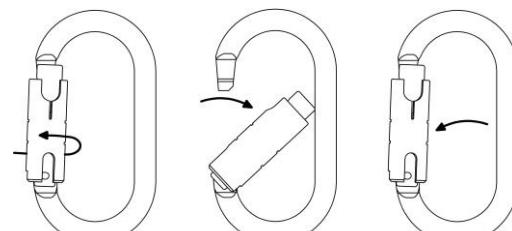
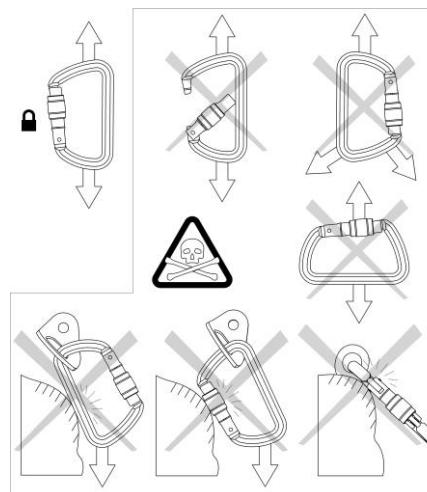

Рис. 4. Открытие/закрытие карабина с автоматической муфтой
Рис. 7 Использование карабина
Соединительный элемент во время применения должен быть с закрытой защелкой. С открытой защелкой прочность карабина существенно снижается (рис. 4, 5, 6). Запирающий механизм, препятствующий непроизвольному раскрытию карабина, также должен быть закрыт. Регулярно проверяйте блокировку карабина во время использования. Загрязнения, такие как песок, краска, глина, лед и др. могут нарушить работу муфты. Страйтесь не допускать появления загрязнений на карабине. Наибольшей прочностью карабин обладает при закрытой защелке и приложении нагрузки вдоль его главной оси. Приложение нагрузок в других направлениях, при открытой защелке, в другой плоскости, в случае ограничения карабина и давления извне опасны, т.к. прочность карабина в этом случае снижается, что может привести к его разрушению (Рис. 7).
**Внимание!** При использовании карабина исключите любое внешнее воздействие на защелку (например, страховочно - спусковым устройством, веревкой и т.д.), т.к. в случае сильной нагрузки защелка может сломаться (Рис. 7). Во избежание несчастных случаев любые системы обеспечения безопасности следует дублировать.